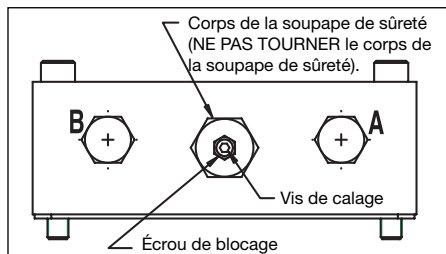

Figure 1
2. Installez un manomètre de 0-400 bar (0-6 000 psi) dans le port « A » (voir la figure 1).